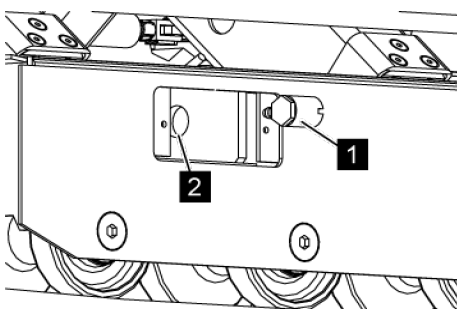

Fig. 152: Retirer l'accouplement coulissant
8. ➔ *Tourner l'accouplement coulissant (Voir la Fig. 152/1) de 180° dans le sens inverse des aiguilles d'une montre, et le retirer du vérin (Voir la Fig. 152/2).*